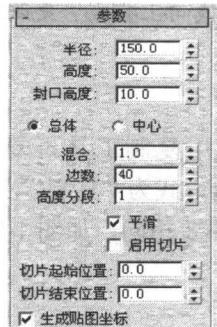
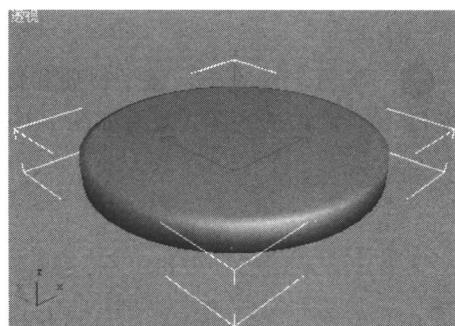

图 2-1 油罐参数
图 2-2 凳面造型
- ① 在主菜单中选择“文件”|“重置”命令，重新设置系统。
- ② 打开创建命令面板，单击 (几何体) 按钮，在下拉菜单中选择“扩展基本体”，在“对象类型”卷展栏中选择“油罐”，选中“自动栅格”复选框（在以后的例子中，在刚开始创建时都要做这项工作），在顶视图中创建油罐，单击 (修改) 按钮打开修改面板，在“参数”卷展栏中调整油罐参数如图 2-1 所示，凳面制作完成，如图 2-2 所示。